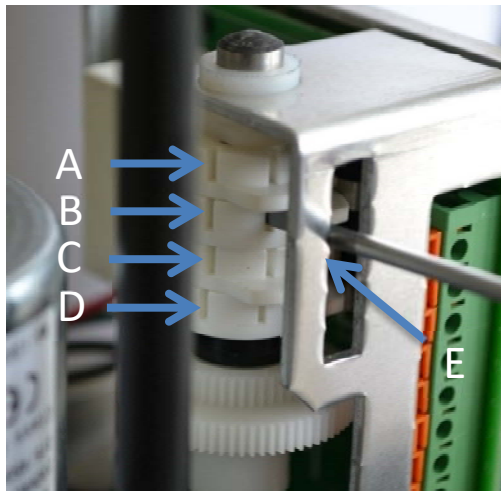

Figura 9: Configuración de las levas de conmutación para los interruptores de posición
- Gire la leva del interruptor de límite CERRADO (Figura 9, Pos. D) con un destornillador adecuado (pala de 4 mm de ancho) hacia la derecha hasta oír el clic del microinterruptor.
- Gire la leva del interruptor de límite ABIERTO (Figura 9, Pos. C) con un destornillador adecuado (pala de 4 mm de ancho) hacia la izquierda hasta oír el clic del microinterruptor.
- Gire la leva del interruptor de límite CERRADO (Figura 9, Pos. B) con un destornillador adecuado (pala de 4 mm de ancho) hacia la DERECHA hasta oír el clic del microinterruptor.
- Gire la leva del interruptor de límite ABIERTO (Figura 9, Pos. A) con un destornillador adecuado (pala de 4 mm de ancho) hacia la izquierda hasta oír el clic del microinterruptor.